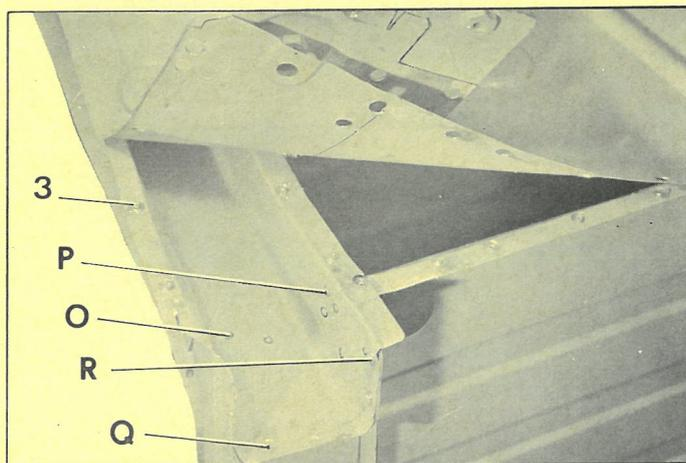

Fig. 5
Souder par points (fig. 5)
Mettre en place la tôle de fermeture (3) formant gouttière. (fig. 5).